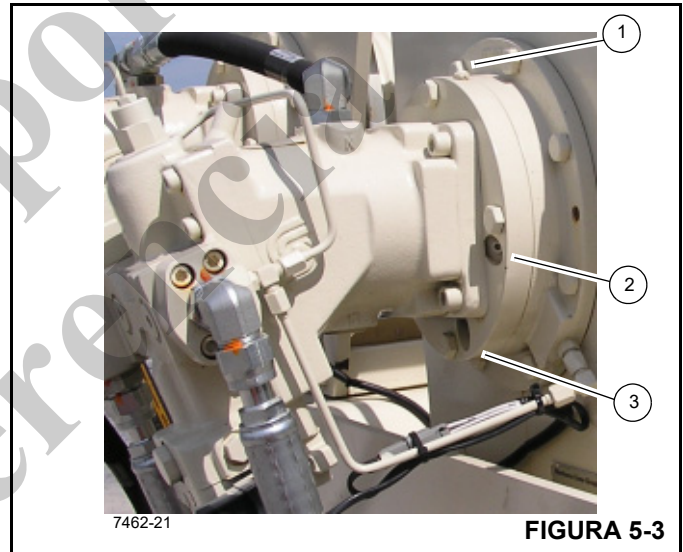

FIGURA 5-3
Para revisar el aceite de freno del malacate, saque el tapón de inspección (2, Figura 5-3) e inspeccione el nivel de aceite visualmente. El aceite deberá estar visible hacia el fondo del agujero de inspección. Si se necesita más aceite, agregue a través del agujero del tapón de ventilación/llenado (1) hasta que el aceite esté en el nivel inferior del agujero de inspección.
1. Retire el tapón de vaciado (3, Figura 5-3), tapón de inspección (2) y el tapón de ventilación (1).
3. Vuelva a instalar el tapón de vaciado (3) y añada aceite por el agujero de ventilación de aceite de freno (1) hasta el nivel inferior del agujero de inspección (2). Vea Tabla 5-2. La capacidad de llenado del freno de malacate es 0.23 l (0.25 qt).
4. Instale el tapón de inspección (2) y el tapón de ventilación/llenado del aceite (1).